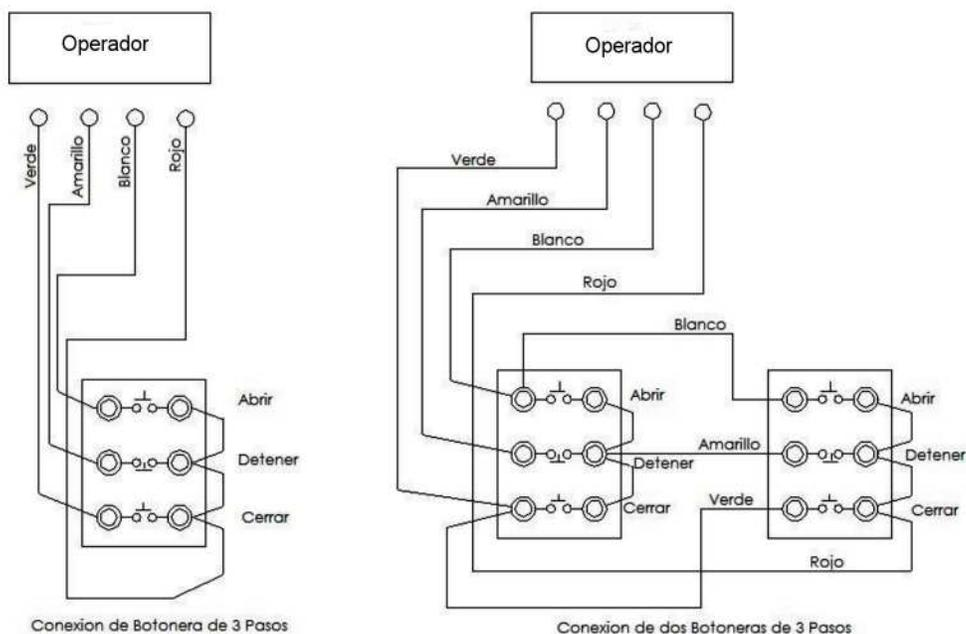

Fig.10
**Para Instalar Una Botonera de 3 Pasos** al Operador Enrollable, solo Conecta los Cables de Acuerdo al Color, La Botonera de Tres Pasos ya viene Cableada con el Operador Enrollable. (Fig.10).
**Para Instalar Dos Botoneras de 3 Pasos** al Operador Enrollable deben de Quedar en Paralelo, solo Conecta los Cables de Acuerdo al Color (Fig.10) Es importante Considerar que el Cable Amarillo es el Control de la Segunda Botonera de Tres Pasos. Para Garantizar el Stop. En caso de Emergencia.